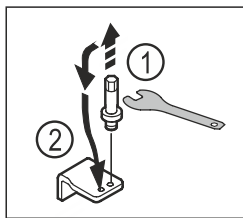

Fig. 22
- ▶ Csavarja ki az alsó csapágybak csapját 5-ös kulcsnyílású dugókulccsal. Fig. 22 (1)
- ▶ Helyezze fel a csapot a másik oldalon. Fig. 22 (2)